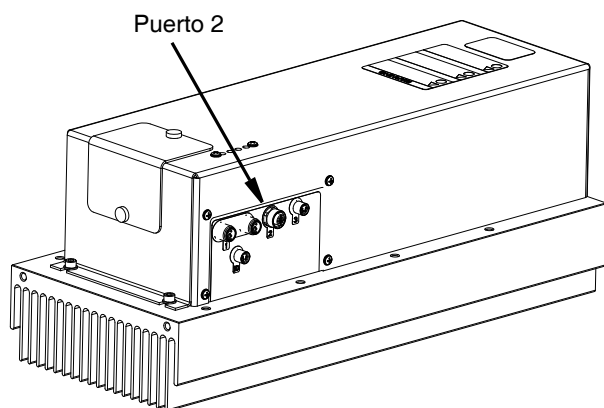

FIG. 8
3. Conecte la línea de aire con la etiqueta "Cerrado" del juego de interfaz de la válvula de dispensación (puerto 2 en el MCM) a la línea de aire en la válvula de mezcla dinámica Voltex con la etiqueta "Cerrado". Ver FIG. 8.